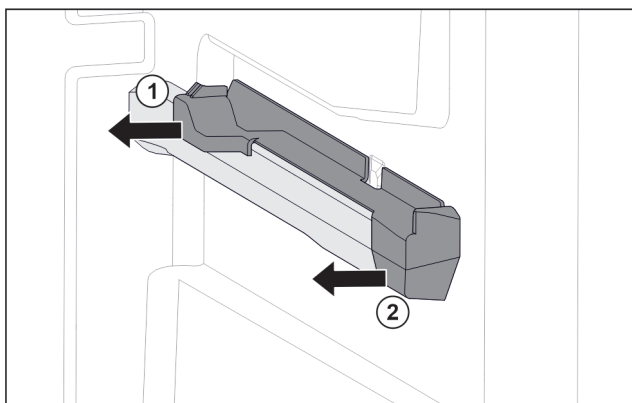

Fig. 93 Natični dio na desnom žlijebu spremnika
- ▶ Skinite natični dio straga u stranu. Fig. 93 (1)
- ▶ Skinite natični dio sprijeda u stranu. Fig. 93 (2)